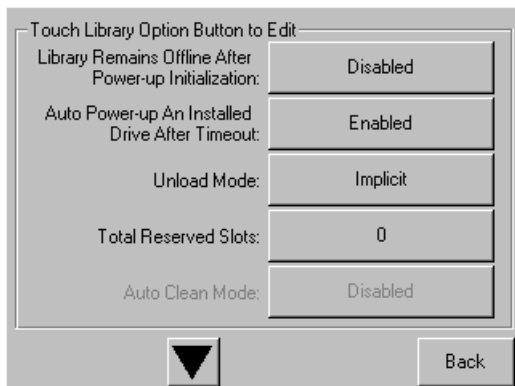

Figure 27 : Écran Total reserved slots (Bacs réservés)
2. Dans l'écran des options **Library** (Librairie), sélectionnez ▼ pour atteindre l'écran contenant l'option **Total Reserved Slots** (Bacs réservés) (voir la Figure 27).